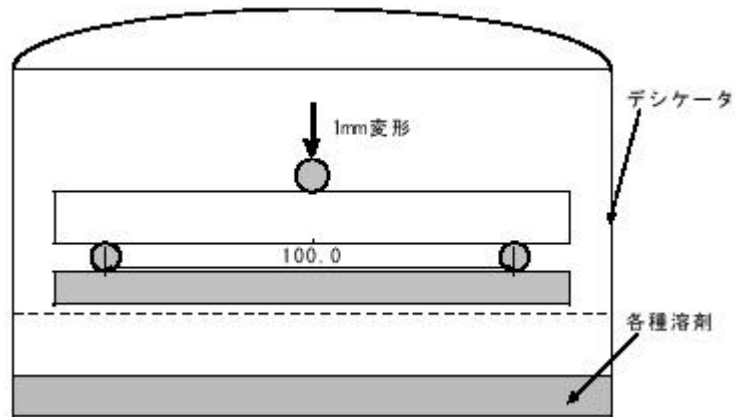

図2-3 環境応力割れ試験（溶剤雰囲気中）
(1) デシケータに各種溶剤を入れた後、大きなクレイズもしくは単一のクラックを発生させるため、引張り側にカッター刃で初き裂を導入した試料をスパン100mmの支持台に載せ、1mmの変形が生じるように荷重を加える。試料は23にて24時間放置するが破断したのものについてはそのまま、破断しなかったものについてはさらに変形を大きくして破断させ破断面を取得した。（図2-3を参照）